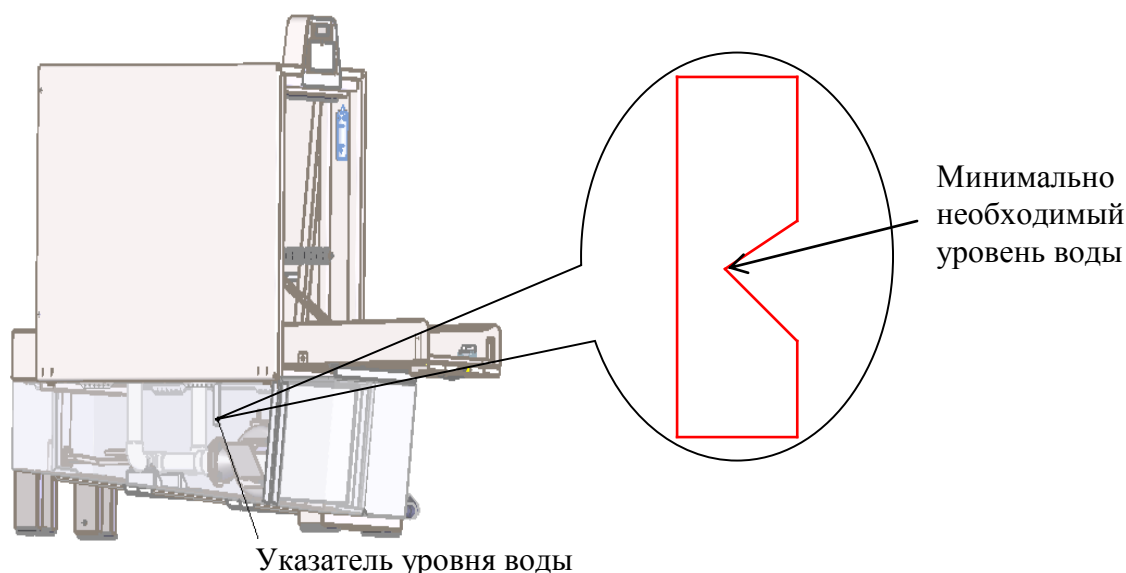

Рис. 4
4.4. Наполнить ванну водой до отметки красного указателя, который расположен внизу моечного отделения между валами рис. 4.
5.1. Для эксплуатации изделие требуется проверить уровень воды в ванне по красному индикатору внутри моечного отделения рис.4.